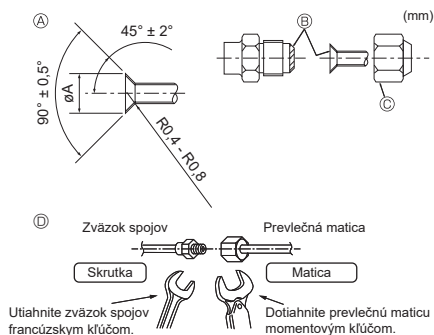

Fig. 4-1
Ⓐ (Fig. 4-1)
Ⓑ (Fig. 4-1)
4.2. Spojovacie trúbky (Fig. 4-1)